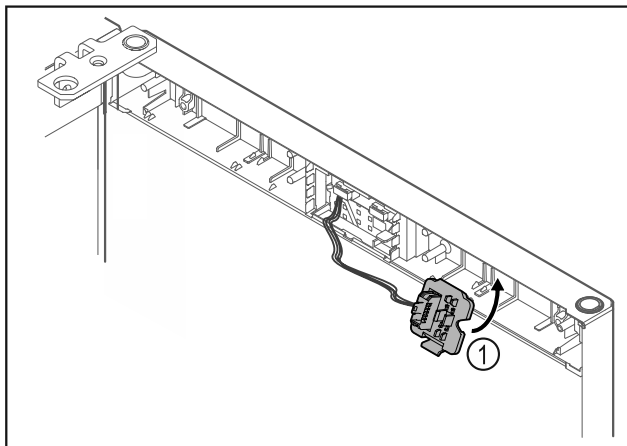

Fig. 17
- ▶ Tryck fast kontakthållaren Fig. 17 (1) på den motsatta sidan.